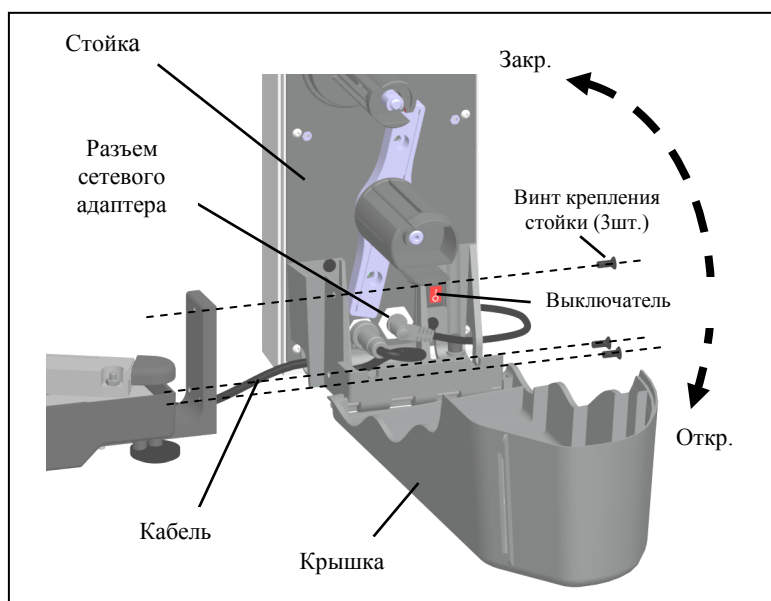

Рис. 3.2 - Сборка весов
3.3 Протянуть кабель внутри стойки и подключить к терминалу (Рис. 3.2). Излишки кабеля убрать в стойку.